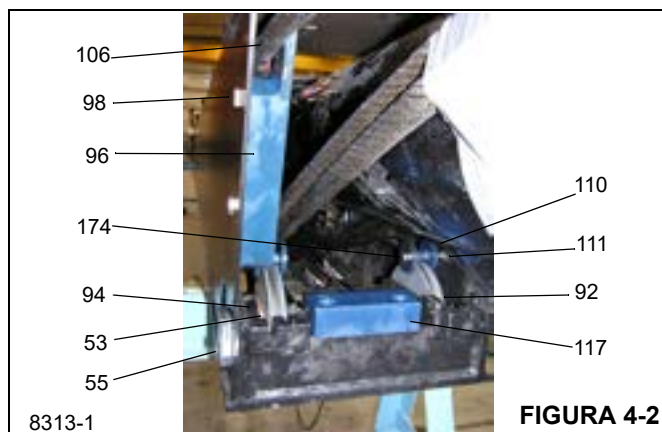

FIGURA 4-2
9. Deslize as seções do telescópio 3 (4) e 4 (5) juntas até a montagem da placa de desgaste traseira, acessível pela abertura na parte superior da lança. Instale a placa de desgaste (119) e as placas de desgaste (120) fixando com parafuso com cabeça (87). Instale a placa da came (130) fixando com parafusos com cabeça (87) e centralize a seção girando a came de ajuste para ajustar as placas de desgaste de acordo ou na ordem em que as placas foram originalmente removidas e marcadas. Consulte "Calibragem da lança" na página 4-25.
10. Coloque uma amarra no cilindro do telescópio (6) e eleve e remova o bloco temporário que oferece suporte ao cilindro telescópico na base da lança. Consulte Figura 4-2. Insira o eixo (93) na base do espaçador do telescópio 3, espaçador (94), arruela de empuxo (53) e loop do cabo de retração 4/3/2 (118) por cima de um único conjunto de polias (92) e instale a arruela de empuxo (53). Alinhe as extremidades do munhão dos cabos de extensão (139) do cilindro do telescópio 2/3/4 e toque levemente no eixo pelas extremidades do munhão instalando a arruela de empuxo (53), faça um laço (118) com os cabos de retração (92) ao redor das polias de canal único e instale a arruela de empuxo (53) espaçador (94). Instale placas de desgaste (55), calços (81) e parafusos com cabeça (9) para prender as extremidades do conjunto do eixo. Consulte "Calibragem da lança" na página 4-25. Instale as graxas (105) em ambas as extremidades do eixo (93) e lubrifique. Aplique graxa multiuso na área externa de todas as placas de desgaste e todas as superfícies de desgaste. Consulte a *Lubrificação*, página 8-1.
11. Instale os rolos retentores de cabos (110) por cima das polias de retração (92) inserindo parafusos com cabeça (174) no rolo e ajustando a porca de travamento (111) até que o rolo esteja centralizado com as polias (92).
12. Conecte uma placa de desgaste (96) com o lábio voltado para cima e na direção do cilindro. Inserção das ferragens de montagem (97, 23, 24, 98) primeiro no furo superior. Posicione o cabo de extensão 3/4/5 (106) dentro do lábio cortado na placa de desgaste e gire a placa de desgaste para a posição. Instale as ferragens no furo de montagem inferior e aperte com firmeza.
13. Instale a placa de desgaste inferior (43) e os calços (44) com as ferragens (23, 24, 25) na parte inferior da base da seção do telescópio 3 (4), de acordo com a ordem na qual as placas foram removidas e marcadas. Consulte "Calibragem da lança" na página 4-25. Aplique graxa multiuso em todas as placas de desgaste e superfícies de desgaste. Consulte a *Lubrificação*, página 8-1.
14. Instale a placa de desgaste de suporte do cilindro (117) com o parafuso com cabeça (19) e as arruelas (16, 17) dentro da base do telescópio 3 e reposicione o bloco de suporte temporário.